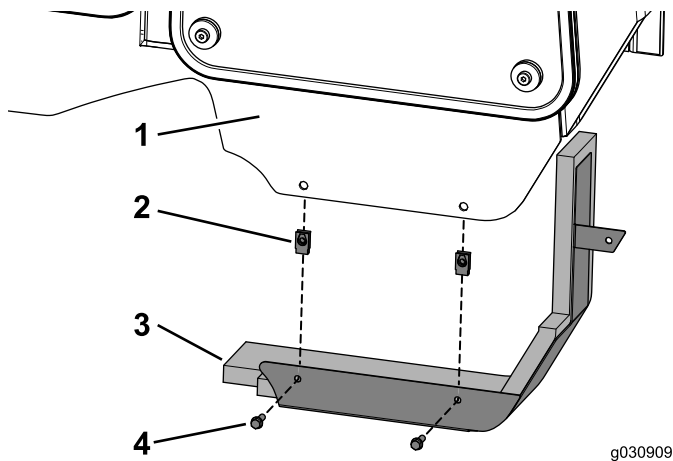

Figura 26
1. Instale as duas porcas de clipe na estrutura da cabina (Figura 26).
2. Monte o conjunto do painel na cabina utilizando os dois parafusos (1/4 x 3/4 pol.) como se mostra na Figura 26.